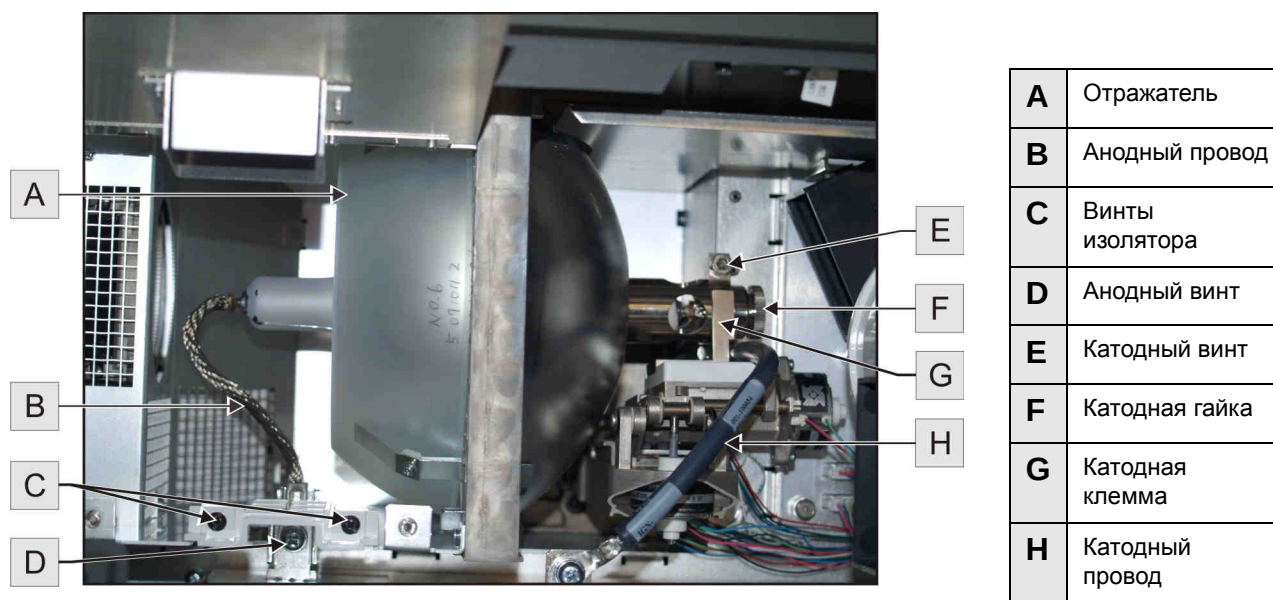

Рис. 4-1 Лампа в сборе
- а. Вывинтите два винта, фиксирующих изолятор (Рис. 4-1/С).
- б. С помощью шестигранника на 5 мм (находится на дверце отсека лампы) вывинтите винт крепления анода. (Рис. 4-1/Д).
- в. Ослабьте винт катода (Рис. 4-1/Е) с помощью шестигранника, который находится на гайке задней дверцы (Рис. 4-1/Ф).
- г. Возьмите лампу за анодный конец и аккуратно свинтите и снимите катодную гайку (Рис. 4-1/Г).
- г. Затяните винт катода (**Рис. 4-1/Е**) на катодном конце лампы с помощью шестигранника, который находится на задней дверце.
- д. Поверните кольцо на анодном проводе (**Рис. 4-1/В**) в установочное положение (**Рис. 4-1/Д**) таким образом, чтобы провод был повернут гофрированной стороной наружу. Затяните анодный винт. **ПРИМЕЧАНИЕ.** Анодный провод должен находиться на достаточном расстоянии от металлических частей конструкции.